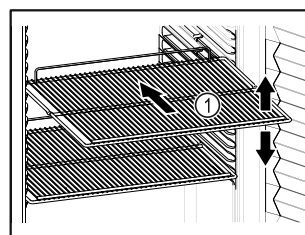

Fig. 58 Näitlik kujutis
- Kui hoiurestimid Fig. 58 (1) on teiseldatavad, siis kohandage olenevalt kõrgusest.